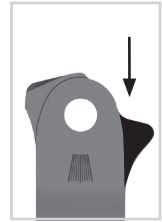

Fig. 26
- 3 Se necessario, limare il naso della molla a compressione sulla staffa per piede modulare (fig. 26).